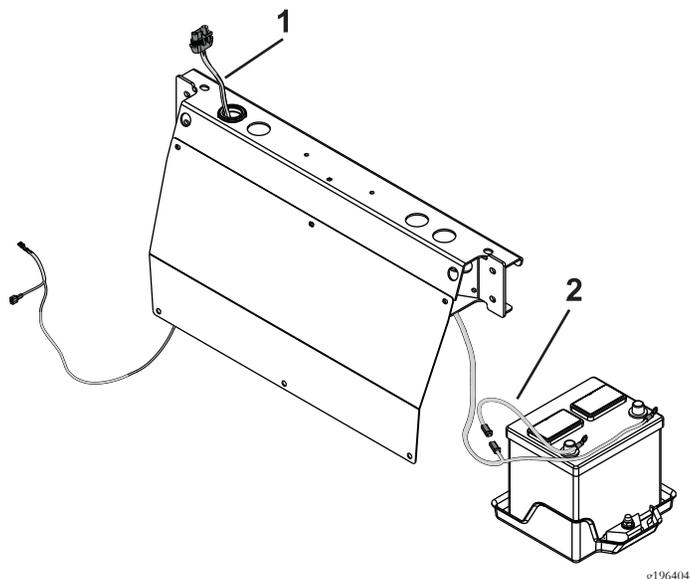

Figura 41
1. Disponete il cablaggio preassemblato come illustrato nella Figura 41.
2. Collegare il collegamento del fusibile al cablaggio preassemblato (Figura 41).